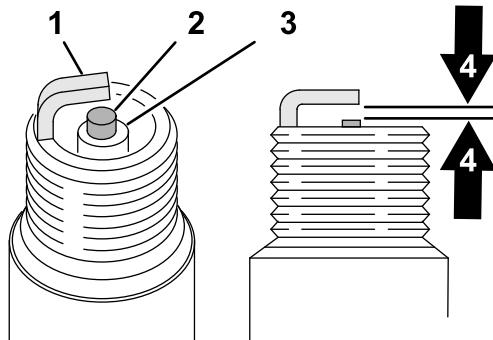

Figura 39
- Regolate la distanza tra gli elettrodi (Figura 39) tra l'elettrodo centrale e l'elettrodo laterale a 0,76 mm.